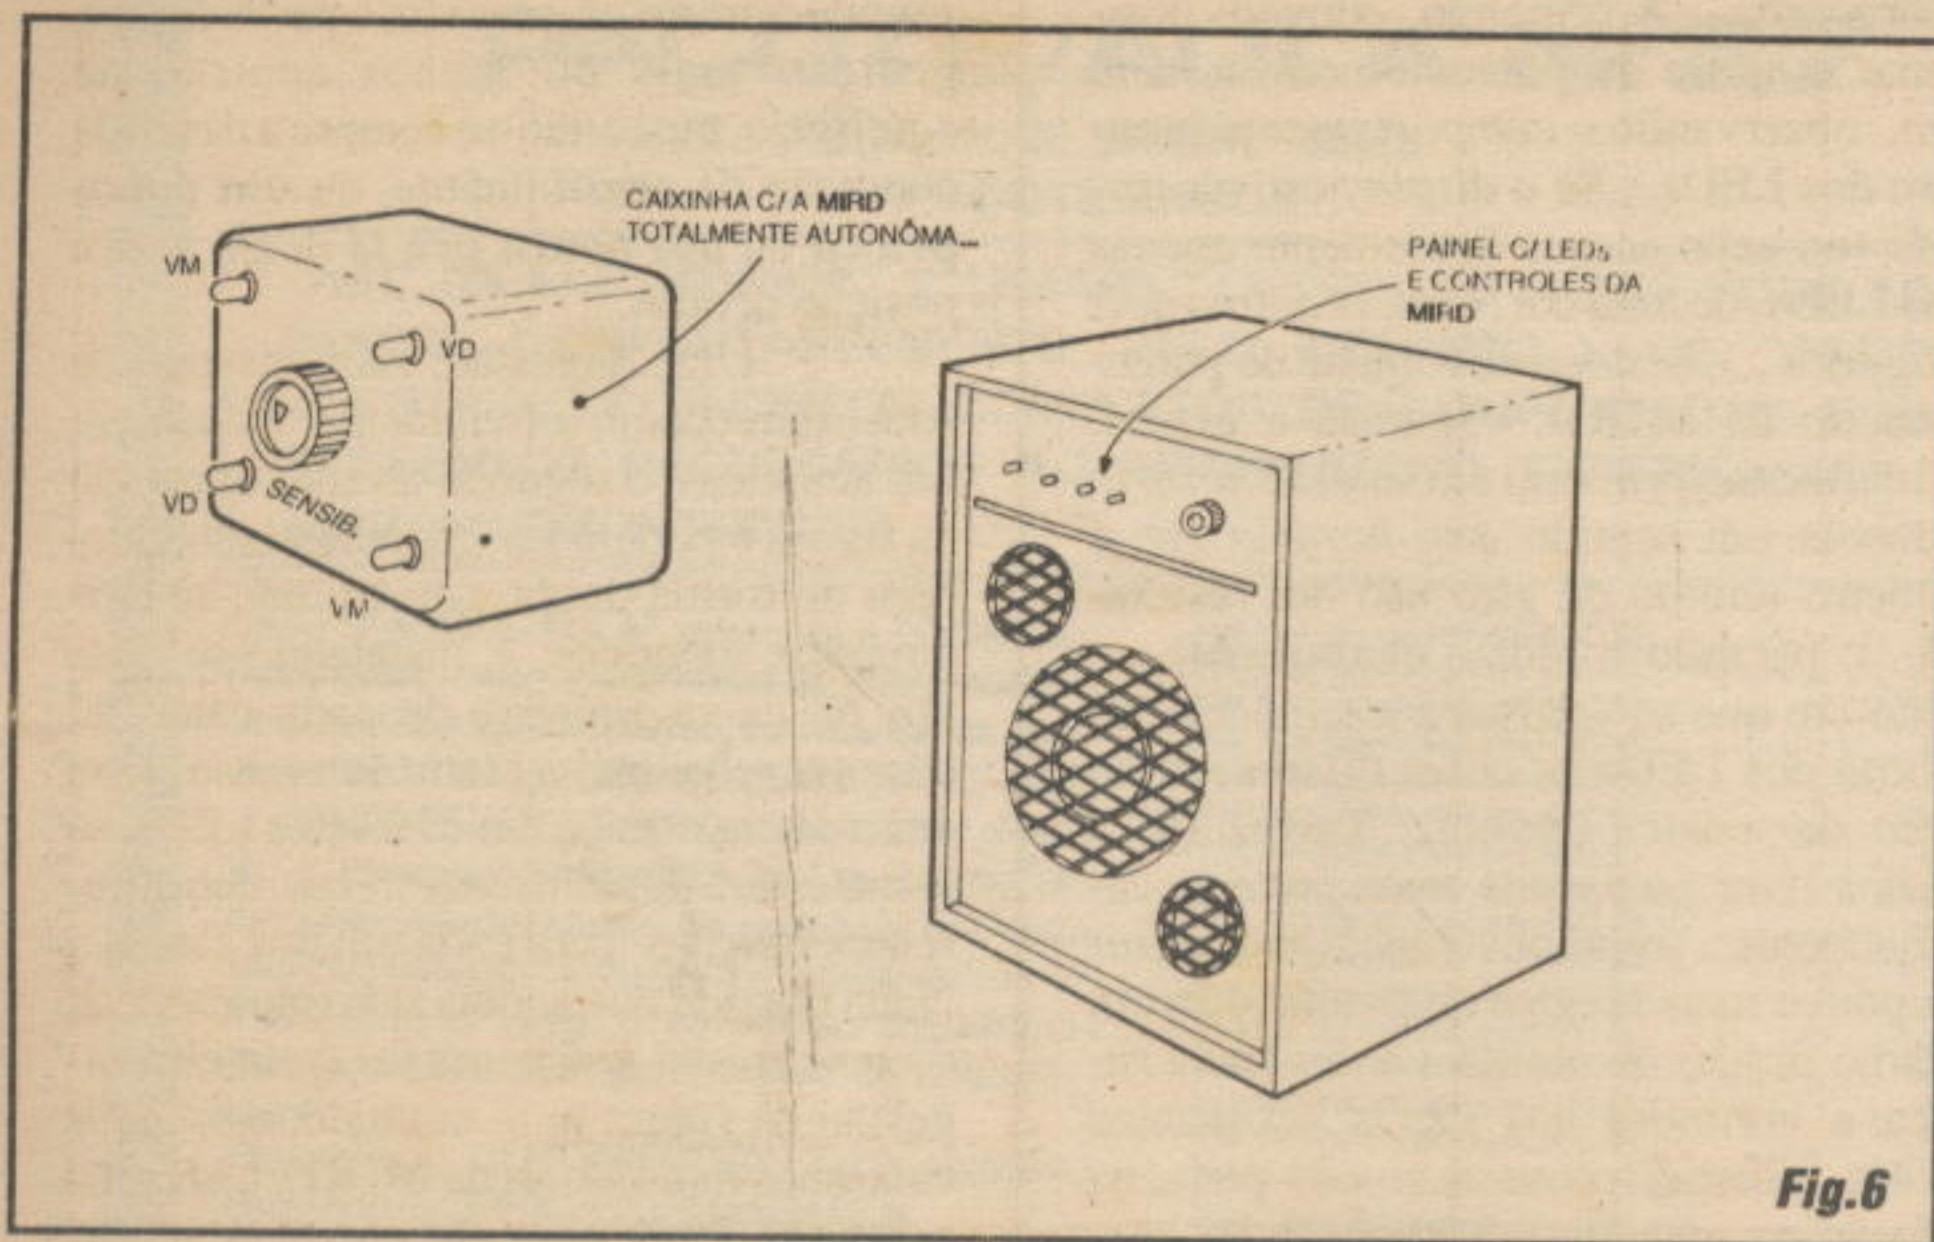

Fig. 6
- FIG. 6 - POSSIBILIDADES DE ENCAIXAMENTO E INSTALAÇÃO FINAL... - Embora existam várias outras possibilidades, duas são as sugestões que damos aos leitores/alunos para acabamento da MIRD... A primeira delas seria embutir tudo, incluindo o suporte com as pilhas (ou bateria...), numa pequena caixa de face principal quadrada ou retangular, com os 4 LEDs dispostos nos cantos do dito painel principal (observar a sugestão para a alternância das cores...), tendo ao centro o potenciômetro de ajuste da sensibilidade... Outro arranjo também bastante prático, seria a colocação do circuito já no próprio interior de uma caixa acústica (normalmente, espaço é o que não falta...), mostrando externamente os 4 LEDs em linha (alternando-se os vermelhos e verdes...), com o potenciômetro ao lado... No primeiro caso, na traseira da caixinha independente pode ser feita a instalação do par de conetores